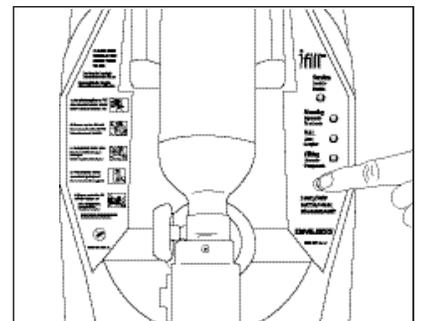

Figura 3
3. Oprima el interruptor de arranque / parada del panel de control (Figura 3).